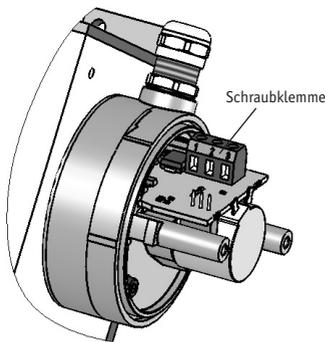

Abb. 10: Litzenanschluss
- Litzen an der Schraubklemme des Gerätes anschliessen (Abb. 10).